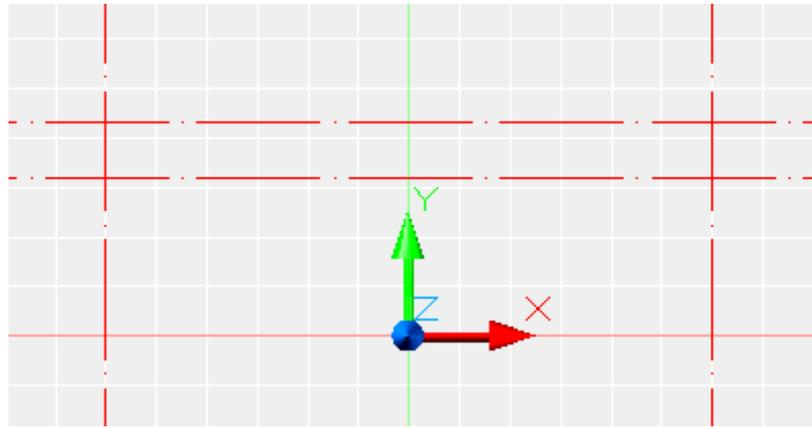

Рис.6
6. Затем выключаем слой с изображениями конусов и создаем новый слой. Для получения фаски 30° на шестигранной поверхности детали изображаем вспомогательный контур. Выбираем команду , затем в боковом меню выбираем позицию **Vertical** и вводим координаты точек, через которые будут проходить осевые линии и после каждой, введенной координаты нажимаем enter. 60,0; -60,0. Выбираем команду , затем в боковом меню выбираем позицию **Horizontal** и вводим координаты точек, через которые будут проходить осевые линии и после каждой, введенной координаты нажимаем enter. 0,32; 0,43.25. (см. рис. 6)